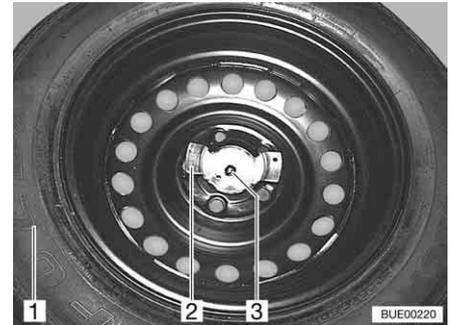

Fig. 235 Fissaggio della ruota di scorta
- Svitare i due dadi (Fig. 235,2 e 3).
- Rimuovere la ruota di scorta (Fig. 235,1) dal relativo supporto.